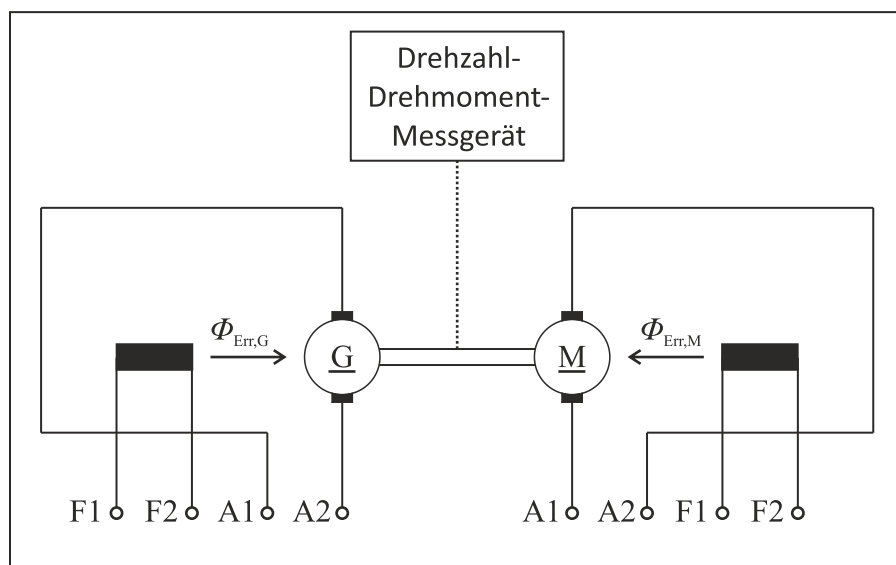

Abbildung 6: Schematische Darstellung des Versuchsaufbaus im Praktikum
- Die fremderregte Motor-Generator-Einheit (**Abbildung 6**) besteht aus zwei umgebauten Universalmotoren, deren Wellen über ein Drehzahl-Drehmomentmessgerät mit Digitalanzeige miteinander gekoppelt sind.